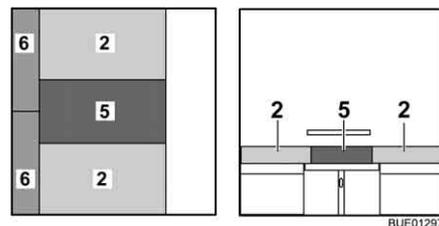

Fig. 124 Depois da transformação
- Coloque o estofa adicional (Fig. 124,5) entre os estofos do assento em cima da mesa.
- Coloque os estofos adicionais (Fig. 124,6) entre os estofos do assento e a parede.